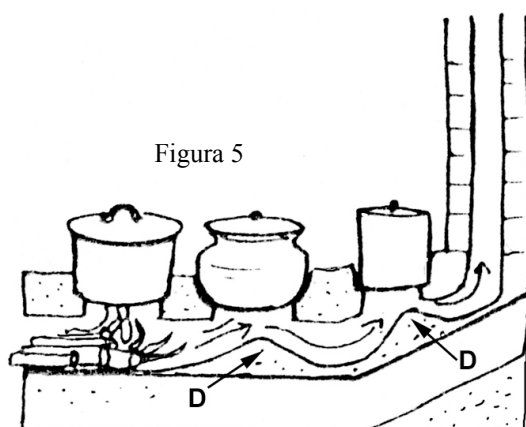

Figura 5
Corte furos amplos (A) neste barro (com um machete) de modo que as panelas encaixem bem dentro. As chamas devem atingir as panelas como a Figura 5 mostra.
A terceira boca (na Figura 5) não serve para cozinhar mas só para aquecer água.